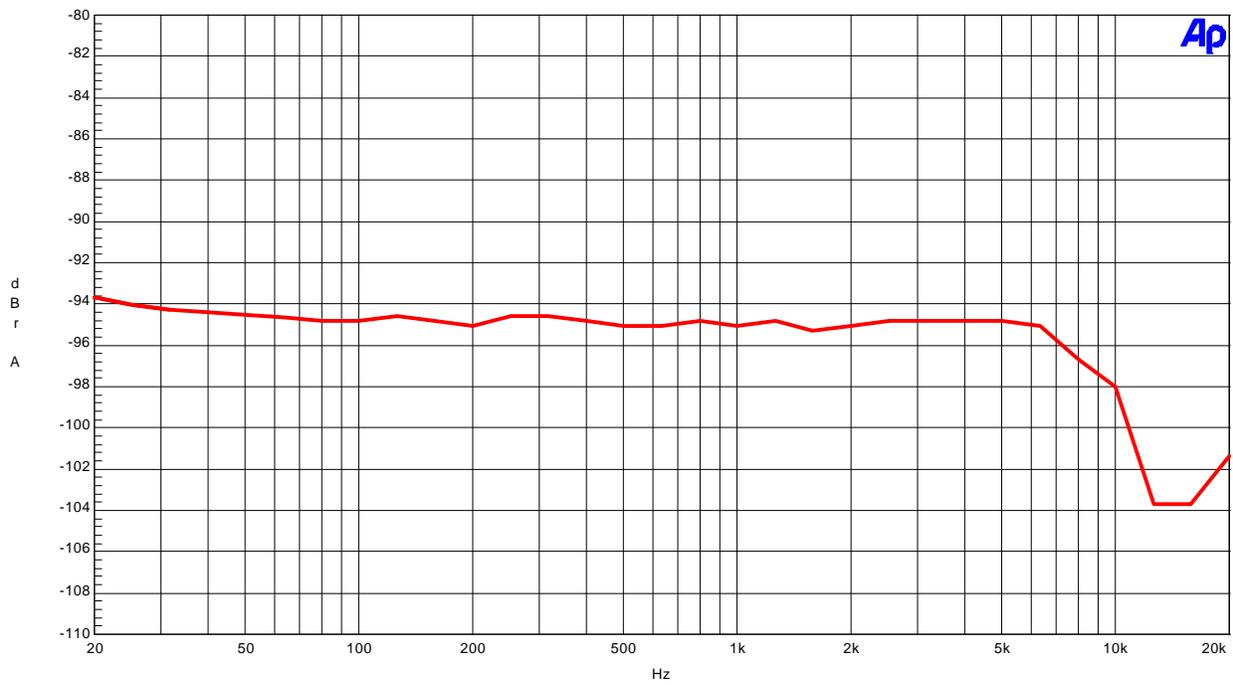

Figure11. THD+N vs fin (Input level=0dBFS)
- Figure11. THD+N vs fin (Input level=0dBFS)